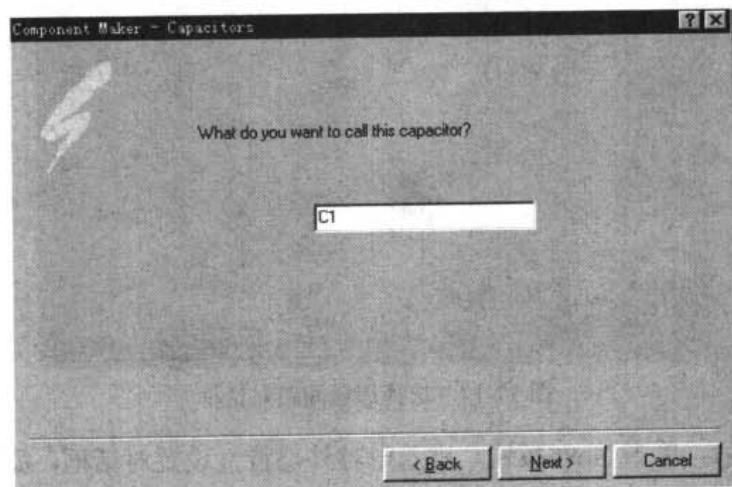

图 17-20 元件命名对话框
(9) 单击 Next 按钮，出现元件命名对话框，可将元件命名为 C1，如图 17-20 所示。如果需要对前面设置的元件封装属性进行修改，单击 Back 按钮，进入需要修改的对话框进行相应的修改。